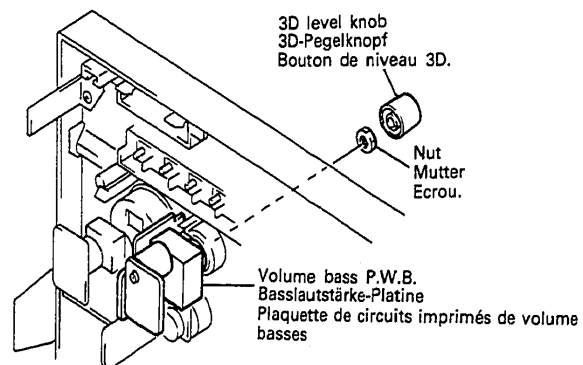

Fig. 12 Abb. 12
14. **Basslautstärke-Platine (Abb. 12)**
14. Plaquette de circuits imprimés de volume basses (Fig. 12)